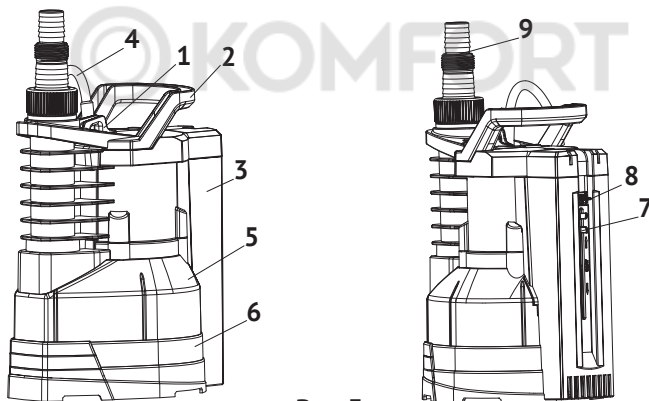
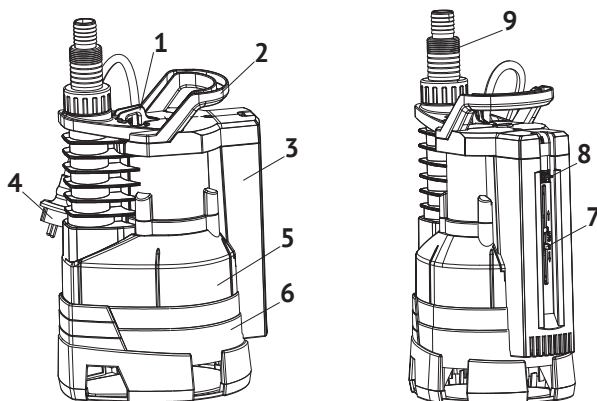

Рис. 3
Рис. 4
ARTSUB (рис. 3) и ARTVORT (рис. 4) – одноступенчатые погружные дренажные насосы со встроенным в корпус поплавковым выключателем (3), который осуществляет автоматическое включение и выключение насоса.